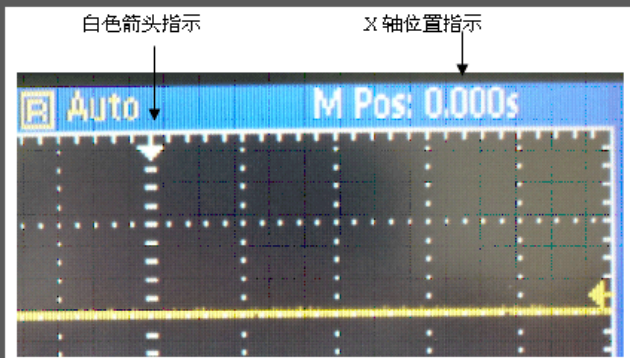

图9 设定捕获突发脉冲在X轴上的位置
3. 调整“水平位置”旋钮，设定捕获突发脉冲在X轴上的位置，此处设置在X轴（即时间轴）原点处。调整“水平位置”旋钮的同时，屏幕上方白色箭头在水平方向作相应移动，设置结果如图9所示。